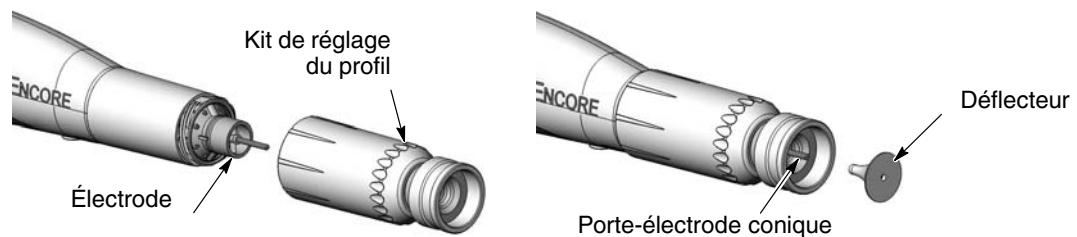

Figure 4-8 Installation du kit de réglage du profil
3. Voir la figure 4-8. Monter la buse conique intégrale sur le bloc électrode et visser l'écrou de buse à la main.